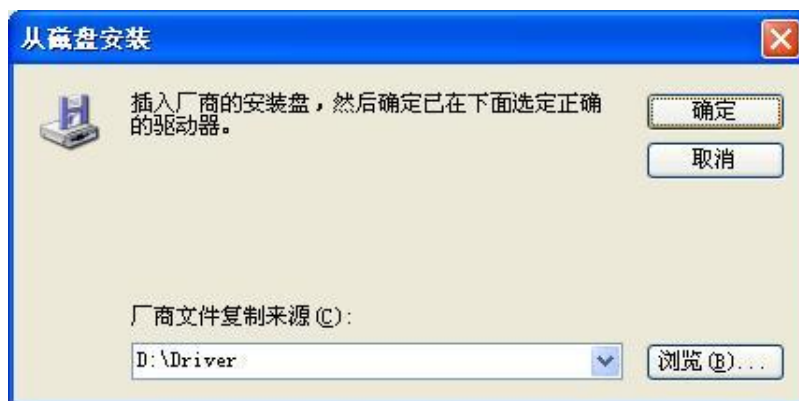

图 2-7 运动控制器驱动程序安装界面 7
(8) 选择 GT800 后点击“打开 (O)”，此时如图 2-7 所示。